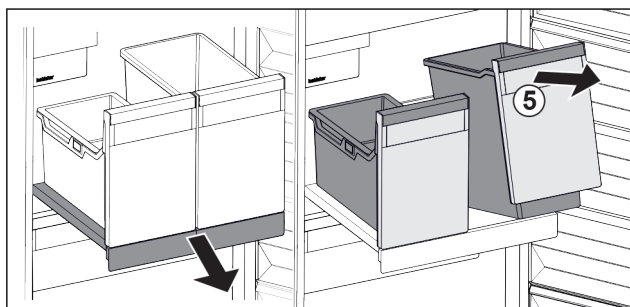

Fig. 89
- ▶ Løft beholderen Fig. 89 (5) foran.